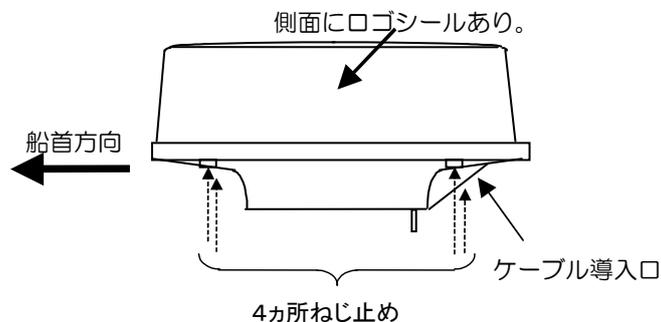
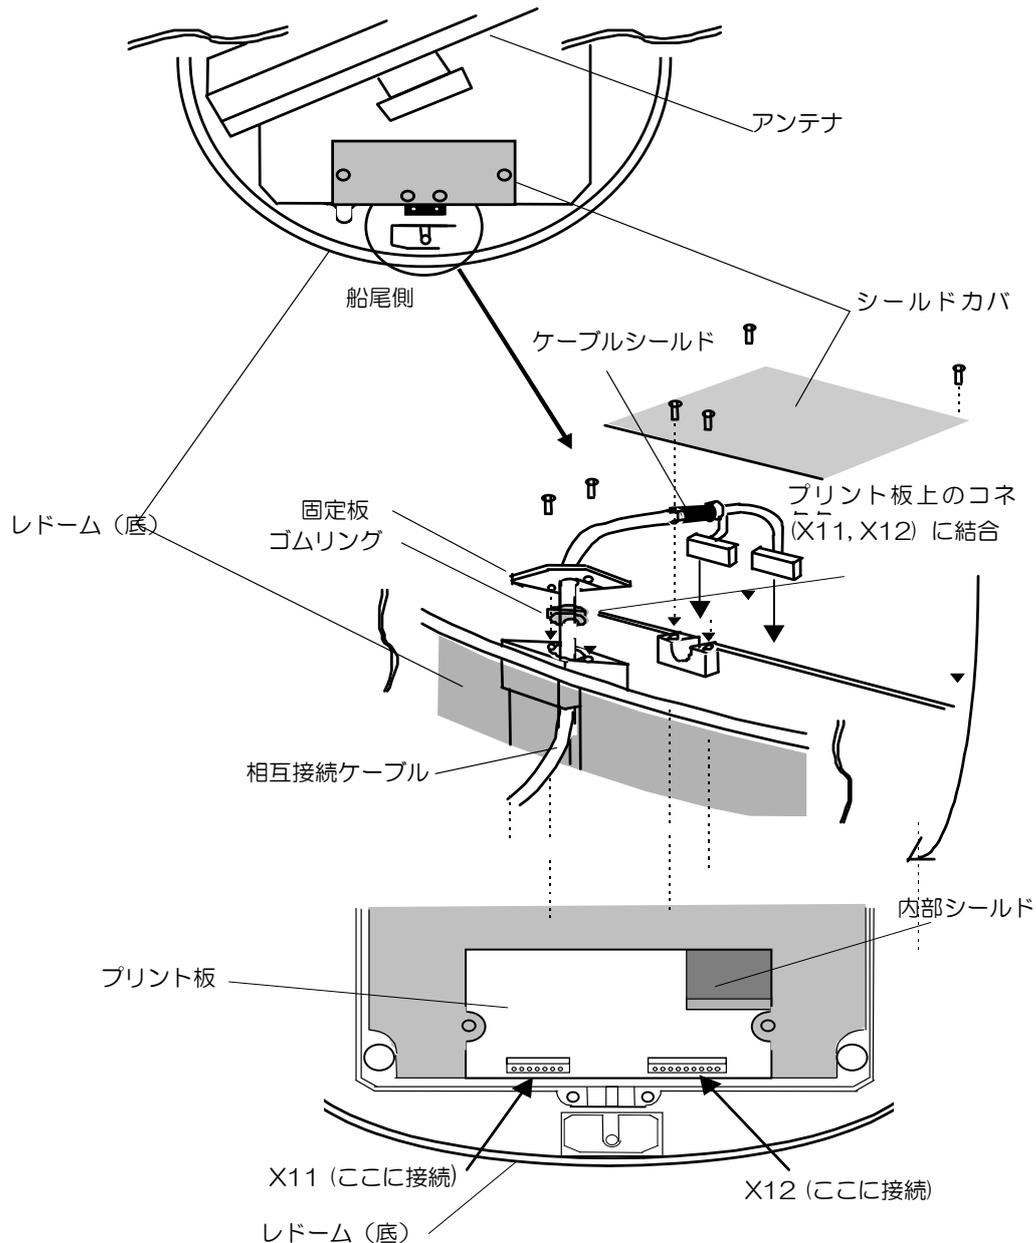

図 3.7 カバーの取り付け（レドーム）
図3.8 相互接続ケーブルの取り付け
3.7.1 相互接続ケーブル（MDC-1541 レドームアンテナ）（図3.7,図3.8参照）
- ① 電源が切れていることを確認してください。
- ② アンテナユニットのレドーム上部を外してください。内部の輻射器に当たらないよう、真上に外してください。（止めネジ4本）
- ③ 輻射器を止めているテープを、はがしてください。
- ④ 船尾側のシールドカバーを外してください。（止めネジ4本）
- ⑤ ケーブル固定用の押え板とゴムリングを取り外し、導入口からケーブルを通し、ゴムリングを相互接続ケーブルの両側からはめ込み、押え板を通して、アンテナユニットにネジ止めします。
- ⑥ 相互接続ケーブルについている7ピンコネクタをプリント板のX11に、また9ピンコネクタをX12にそれぞれ接続してください。
- ⑦ シールドカバーを取り付けてください。このとき、シールドカバーを用いて、相互接続ケーブルのシールドを溝に取り付けてください。ただし、本体とカバーで相互接続ケーブルを挟まないよう、十分に注意してください。
- ⑧ レドーム上部を取り付けてください。外すときと同様に、輻射器に当たらないように注意してください。カバーの向きは、図3.7のように、方向を間違えないよう取り付けてください。レドームの上部と下部にそれぞれ、ネジ位置を示す印が4ヶ所あります。レドームを取り付けるときは、上下の位置をこれらの印に合わせて取り付けてください。
- ⑨ 相互接続ケーブルのコネクタを、指示機背面の「SCANNER」と書いてあるレセプタクルに、接続してください。